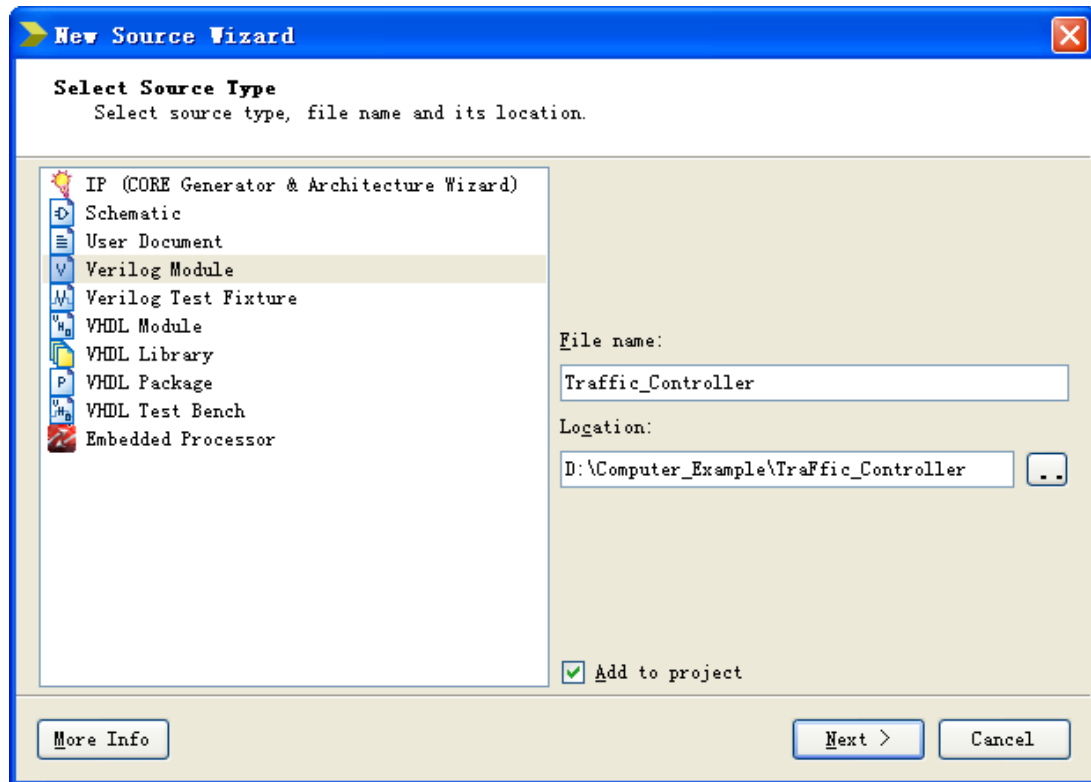

图 5
2) 在工程管理区任意位置单击鼠标右键，在弹出的菜单中选择 New Source, 会弹出如图 5 所示的 New Source Wizard 对话框: Select Source Type。